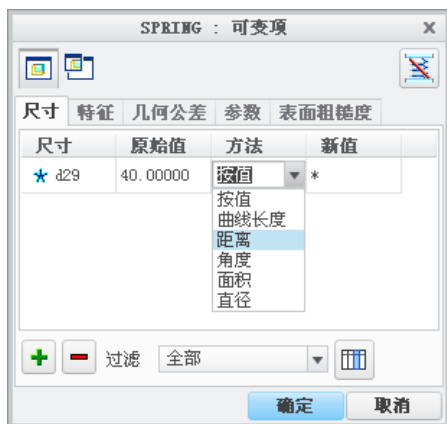

图 6.2.9 “SPRING：可变项”对话框
Step3. 在图 6.2.9 所示的“SPRING：可变项”对话框中选择 **距离** 方式。